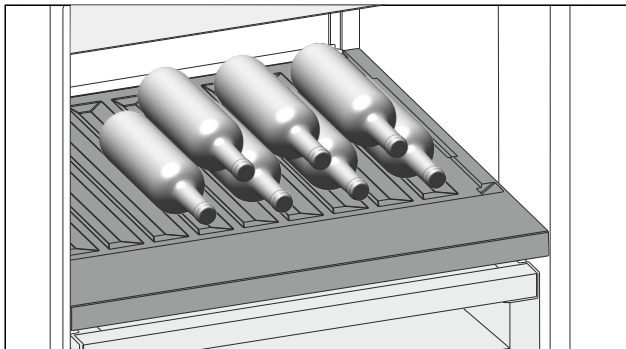

Fig. 123 Beispielhafte Darstellung
- ▶ Flaschen mit dem Boden nach hinten zur Rückwand einlegen. (siehe Fig. 123)